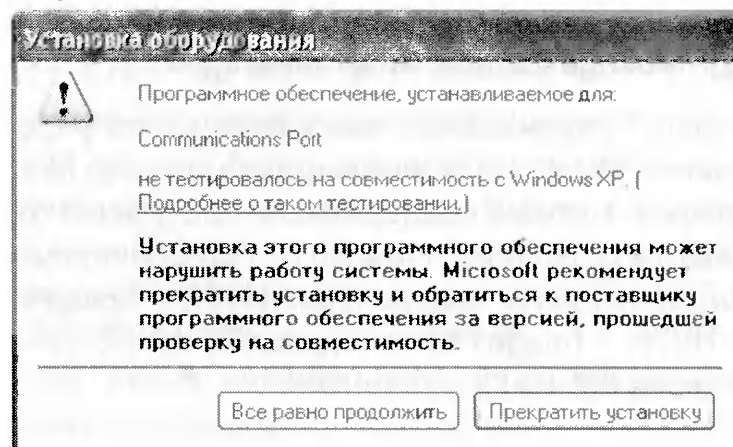

рис. 3
3. Зарегистрировать драйвер в операционной системе, для чего в появившемся меню “Мастер нового оборудования” поставить точку “Установка с указанного места”, нажать “Далее”, выбрать папку C:\AVR-Doper.2007-02-01\, нажать ОК. Фирменное предупреждение от Билла Гейтса (рис.3) надо проигнорировать, выбрав фразу “Все равно продолжить”.